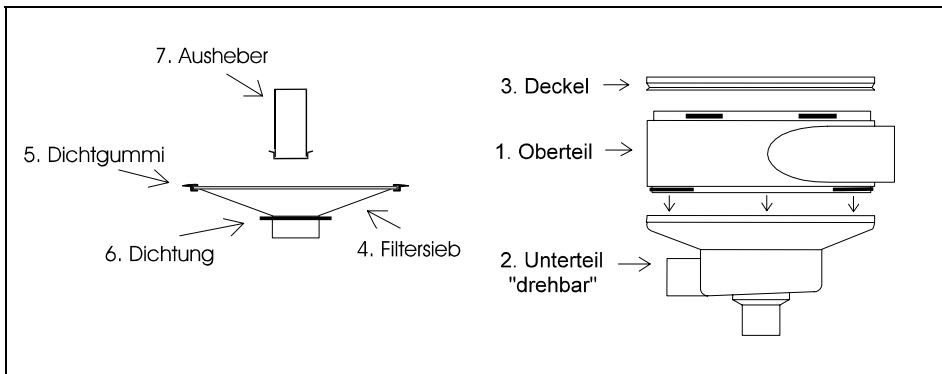

Bild 3: Montage Filter-Nova
- Wie in Bild 3 beschrieben.
- Setzen Sie das Oberteil (1) auf das Unterteil (2) und drücken diese zusammen, bis die Noppen des Einlaufteils in das Unterteil einrasten.
- Für das Filtersieb sind zwei Gummidichtungen mitgeliefert, wobei die Dichtung (5) auf den Rohrstützen des Filters geschoben und das Dichtgummi (6) auf den äußeren Rand des Filtersiebes (4) gesteckt wird.
- Beim Einsetzen des Filtersiebes (4) ist darauf zu achten, daß der äußere Dichtgummi am Filtergehäuse anliegt (gegebenenfalls andrücken). Nur so ist sichergestellt, daß der Filter die optimale Filterleistung hat.